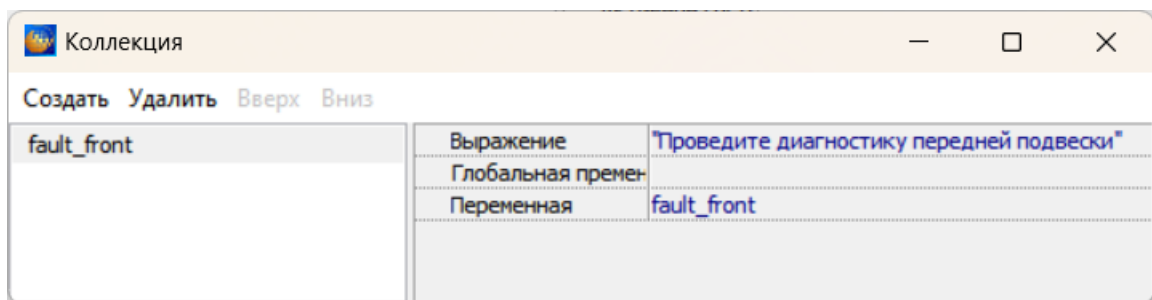

Рисунок 615
- При необходимости ввести **Значение** нажав кнопку . В открывшемся окне ввести выражение с клавиатуры и задать локальную и глобальную переменную, которой будет присвоено это значение (рисунок 615).